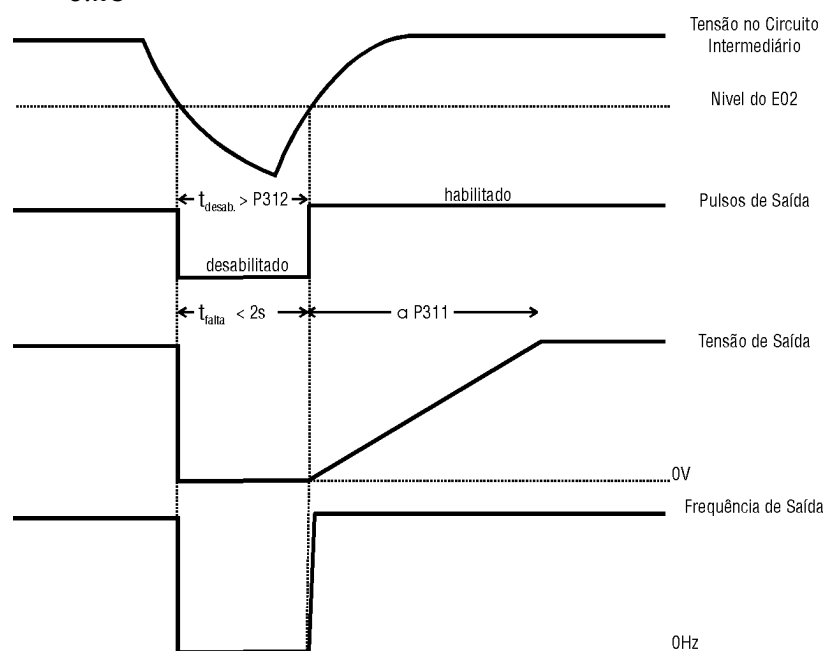

Figura 6.28 - Atuação do Ride - Through
- ☑ Se esta função estiver habilitada e houver uma queda na rede de alimentação, fazendo com que a tensão no Circuito Intermediário fique abaixo do nível de subtensão, os pulsos de saída serão desabilitados (motor irá girar livre). Caso a rede de alimentação volte ao estado normal, o inversor voltará a habilitar os pulsos, impondo a referência de frequência instantaneamente e fazendo uma rampa de tensão com tempo definido pelo parâmetro P311. Ver figura 6.28